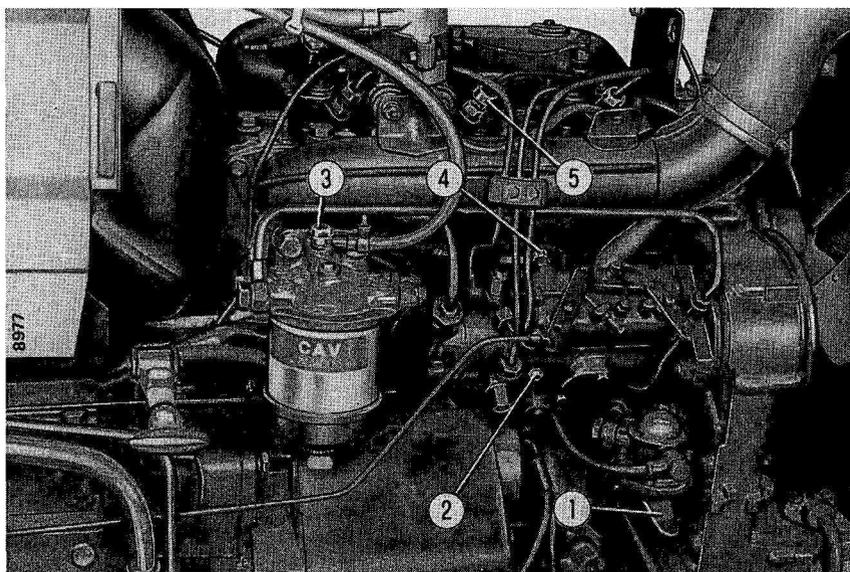

Fig. 8. - Spurgo aria dal circuito combustibile.
3. Se il trattore è rimasto inattivo per lungo tempo, oppure se si effettua il primo avviamento a temperatura ambiente bassa, azionate una ventina di volte la levetta **1** (fig. 8) d'innescò della pompa alimentazione.
L'entrata d'aria nel circuito del combustibile si manifesta durante i lunghi periodi d'inattività del trattore, quando si smontano il filtro e le tubazioni e quando si esaurisce il combustibile del serbatoio. La presenza d'aria rende difficoltoso l'avviamento del motore, pertanto spurgatela con serbatoio rifornito e relativo rubinetto aperto (fig. 8).